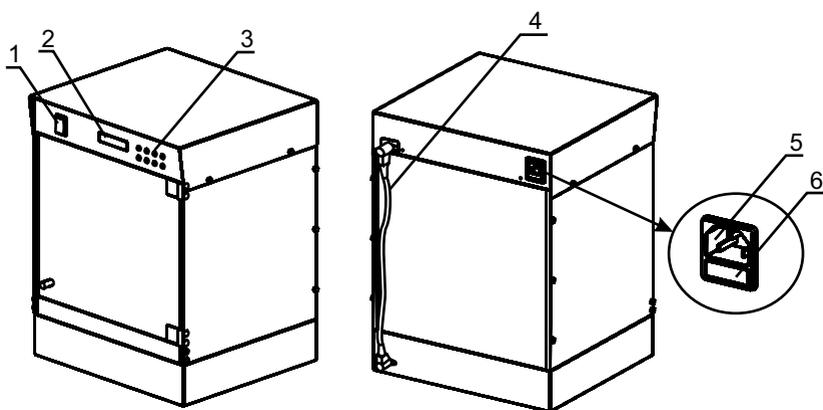

Рис. 1. Конструкция прибора
- сетевой выключатель (рис. 1/1);
- дисплей (рис. 1/2);
- кнопки управления (рис. 1/3).
- кабель управления модулем перемешивания (рис. 1/4);
- контактный разъем для подключения сетевого кабеля (рис. 1/5);
- держатель предохранителя (рис. 1/6).
❶ UP-12
❷ PP-4
❸ P-12/100
❹ P-6/250
❺ P-16/88
❻ HB-200
- подключите кабель управления шейкером (рис. 1/4) в соответствующие
- подключите сетевой кабель в разъем на задней стороне прибора (рис. 1/5) и расположите прибор так, чтобы выключатель и сетевая кабельная вилка были легко доступны.